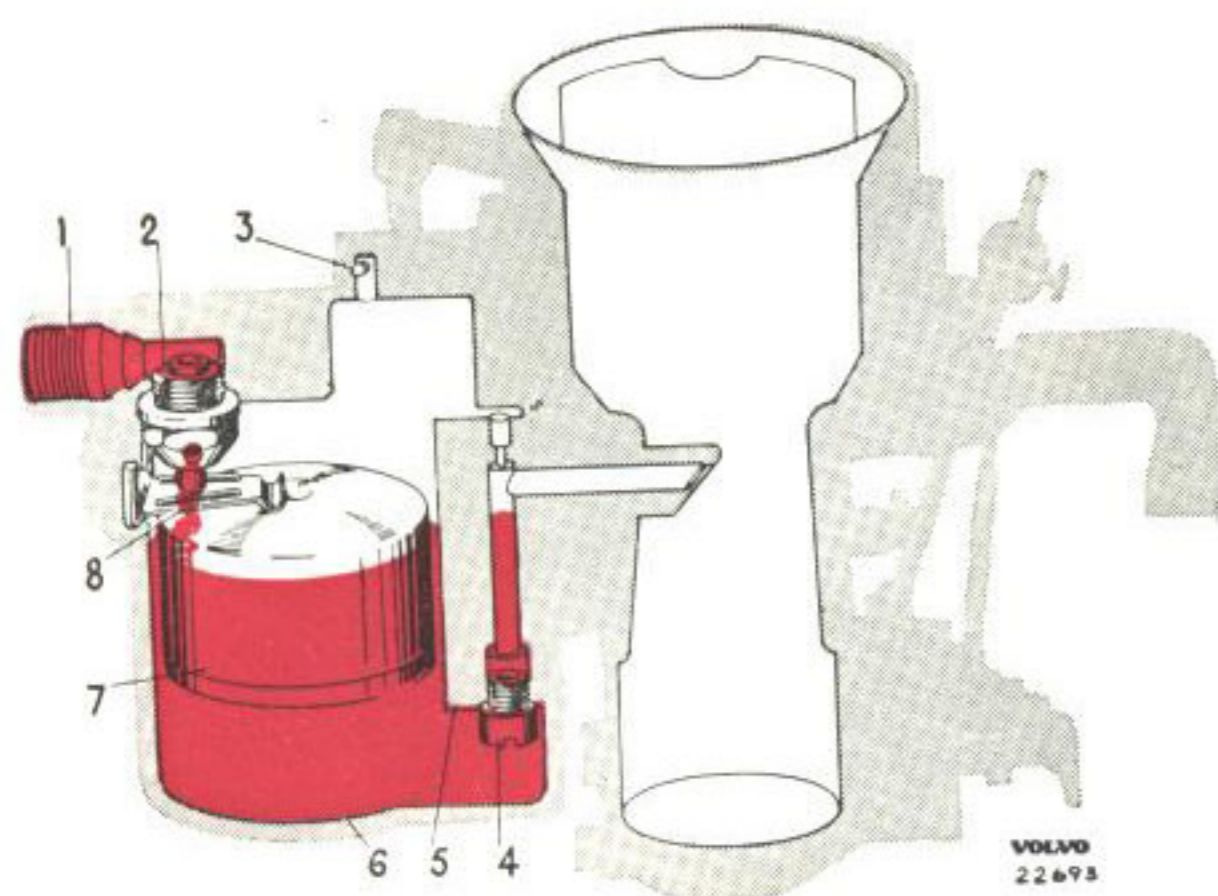

Bild 10. Flottör.
Med flottörens hjälp avpassas bränslenivån till avsedd höjd. Då bränslet stiger till denna nivå lyftes flottören (7, bild 10) uppåt och trycker nålen i ventilen (2) mot sätet via flottörhävarmen varvid bränsletillförseln stänges av. Vid sjunkande nivå upprepas händelseförloppet men i motsatt riktning.